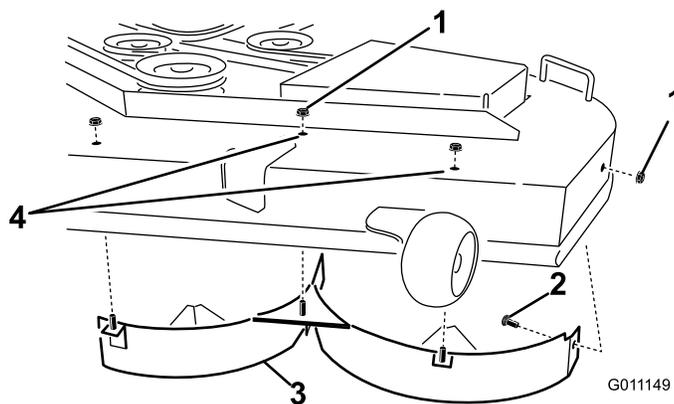

Figura 32
- Retire las 3 contratuercas (5/16") de las clavijas soldadas del deflector izquierdo, en la parte superior de la carcasa de corte, en las posiciones centro, centro izquierda e izquierda (Figura 32).
- Retire el perno de cuello cuadrado y la contratuerca, situados en la pared lateral de la carcasa del cortacésped, que sujetan el deflector izquierdo a la carcasa (Figura 32).
- Retire el deflector izquierdo de la carcasa de corte (Figura 32).
- Localice los 2 pernos en las piezas sueltas, y utilice las contratuercas existentes para instalar estas fijaciones en los taladros indicados en Figura 32 de la carcasa de corte para evitar que se arrojen residuos al aire.